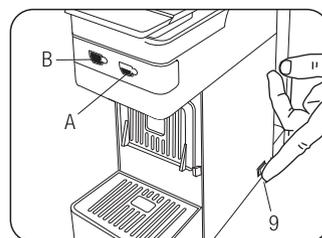

Fig.4
- Poner en marcha la máquina accionando el interruptor principal (9)(**Fig.4**)
- Los botones (A) y (B) empezarán a parpadear; al cabo aproximadamente de 1 minuto se iluminan sin intermitencia y la máquina está lista para ser utilizada (**Fig.4**)